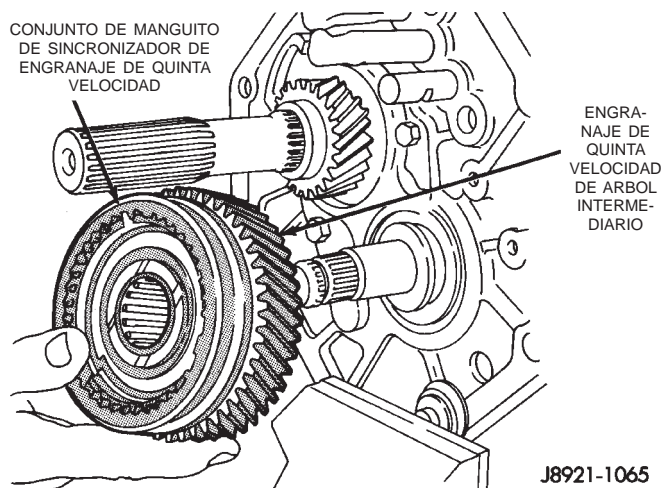

Fig. 58 Desmontaje de conjunto de sincronizador y engranaje de quinta velocidad
(10) Retire el conjunto del engranaje del árbol intermediario de quinta velocidad del árbol intermediario (Fig. 58).